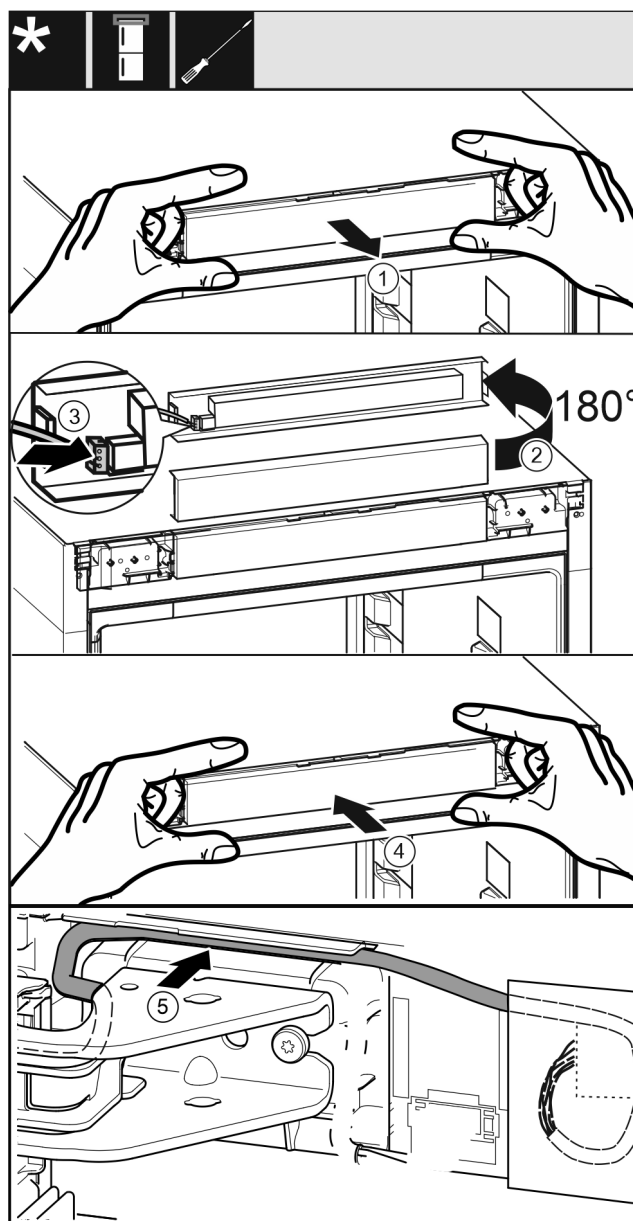

Fig. 43
- Αφαιρέστε προσεκτικά την πρόσοψη χειρισμού. Fig. 43 (1)
- Περιστρέψτε το διακοσμητικό κάλυμμα 180° προς τα επάνω. Fig. 43 (2)
- Κουμπώστε το φισ στην πρόσοψη του χειριστηρίου. Fig. 43 (3)
- Κουμπώστε ξανά την πρόσοψη χειρισμού στη συσκευή. Fig. 43 (4)
- Τοποθετήστε το γκρι καλώδιο προσεκτικά στον οδηγό πάνω από το επάνω στήριγμα. Fig. 43 (5)